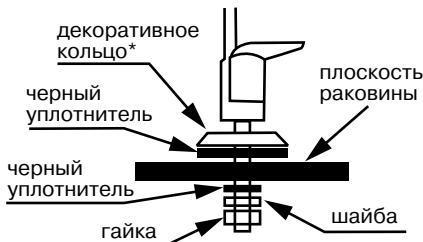

Рис. 4
Монтаж крана чистой воды* производите согласно рис. 4. Мы рекомендуем не затягивать гайку крана до завершения монтажа и проверки работоспособности системы, чтобы была возможность убедиться в отсутствии подтекания воды в месте соединения корпуса крана и резьбовой трубы. В комплекте с краном чистой воды для герметизации соединения с трубкой может поставляться набор деталей для подключения, либо кран может иметь в своем составе быстро-разъемный коннектор. На рис. 5а, б, в приведены способы подключения трубы к крану чистой воды.
2. Откройте кран подачи воды (B).
3. Откройте кран чистой воды (A).
5. Через 2-3 минуты закройте кран чистой воды (A). Система готова к эксплуатации.
7. Убедитесь в отсутствии протечки внизу корпуса крана чистой воды, затяните гайку крана (см. рис. 4).